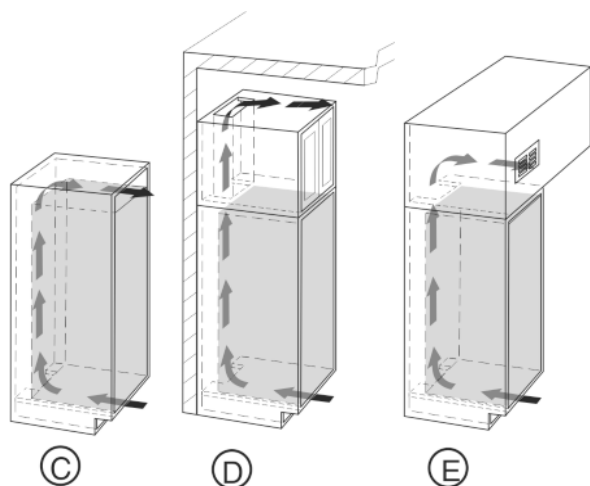

Fig. 4
- Viršutinis ventiliacinis plyšys gali būti arba iš kartoninės prietaiso su pasirenkamomis vėdinimo grotelėmis Fig. 4 (C), šalia lubų virš baldų Fig. 4 (D), arba kaip išleidžiamo oro anga tarpinėse lubose Fig. 4 (E).